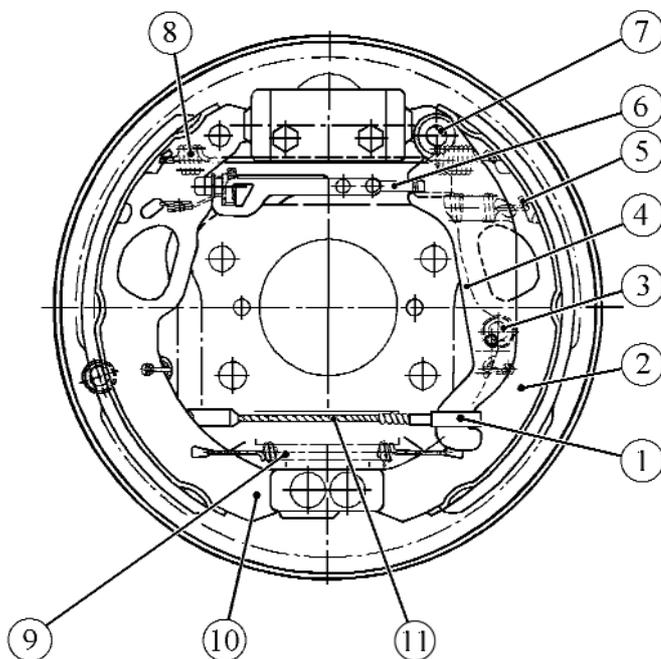

Рисунок 9 - Задний тормоз:
- отсоединить наконечник 1, рисунок 9, троса 10 стояночного тормоза от рычага 4 ручного привода колодок;
Установить нижнюю стяжную пружину 9, рисунок 9, пружину 5 разжимной планки, колодки 2 и 10, распорную планку 6 и верхнюю стяжную пружину 8.